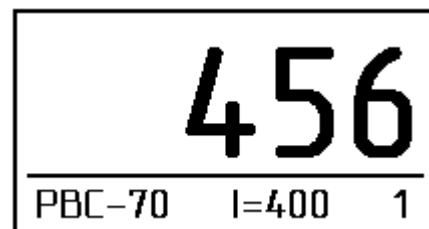

Рис. 6
4.4.11. Результат счета отображается на экране (рис.6). Вследствие того, что при оседании в пространстве плазмы возникает обогащение тромбоцитами, которое зависит и от значения гематокрита полученный результат умножается на коэффициент К, выбранный в соответствии с гематокритом измеряемой крови из таблицы 5.